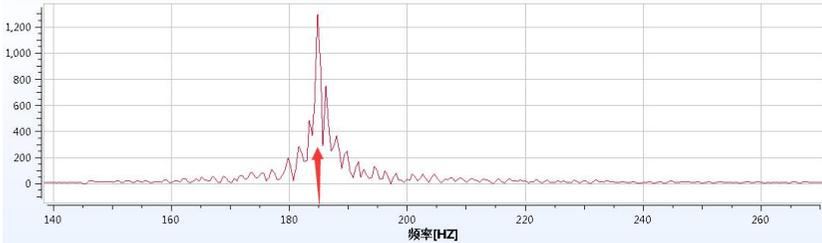

图 5-22 陷波频率显示界面
③此时界面弹出如下界面, 如下图 5-22, 拖动鼠标左键可放大波形, 波峰对应的横坐标数值就是陷波值, 将此参数输入 Fn45 中, 保存重启。